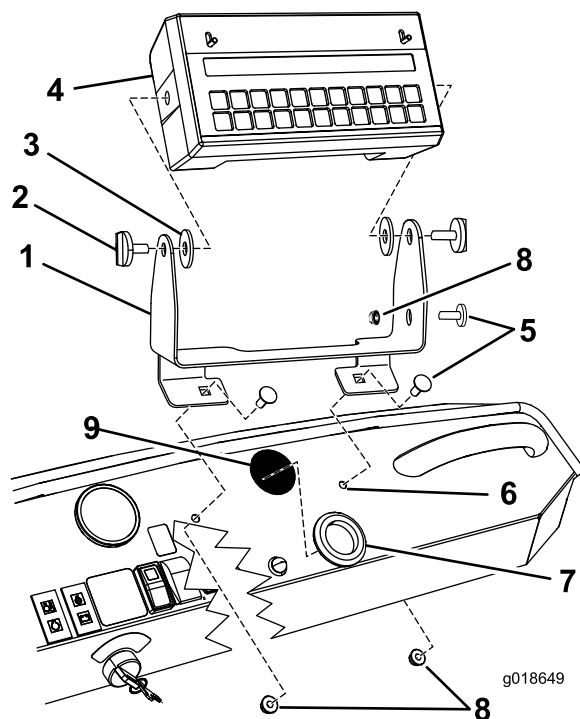

図 2
1. 取り付けブラケットをダッシュボードに固定するキャリッジボルト5/16 x 3/4 インチ 2本とロックナット5/16 インチ 2個を使用する図 2。
7. ハンドノブ2個を使ってコンピュータコンソールを、取り付けブラケットに取り付ける図2。